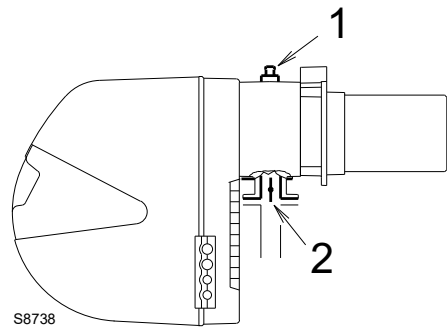

Abb. 24
Gasdruck gemessen an Anschluss 1)(Abb. 24), mit:
Strömungsverlust Gasdrossel 2)(Abb. 24) bei maximaler Öffnung: 90°.
- Ziehen Sie vom Gasdruck am Anschluss 1)(Abb. 24) den Druck in der Brennkammer ab.
Gasdruck an der Entnahmestelle 1)(Abb. 24)=11,3 mbar
Zur Ermittlung des für den an der Entnahmestelle 1)(Abb. 24), erforderlichen Gasdrucks, nachdem die gewünschte Leistung des Brenners festgelegt wurde:
- Rechts, in Spalte 1, den Druck an der Entnahmestelle 1)(Abb. 24) ablesen
erforderlicher Druck an der Entnahmestelle 1)(Abb. 24).